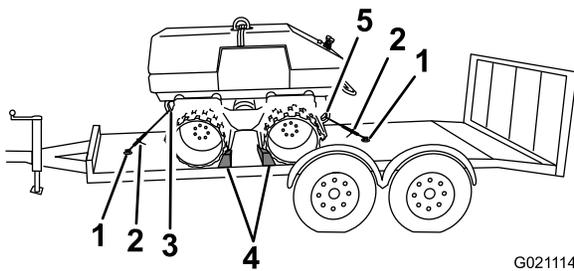

Figura 35
5. Sujete la máquina al vehículo de transporte usando calzos y tensores de cadena entre los anillos de anclaje del vehículo de transporte y los anillos de amarre de la máquina (Figura 35).